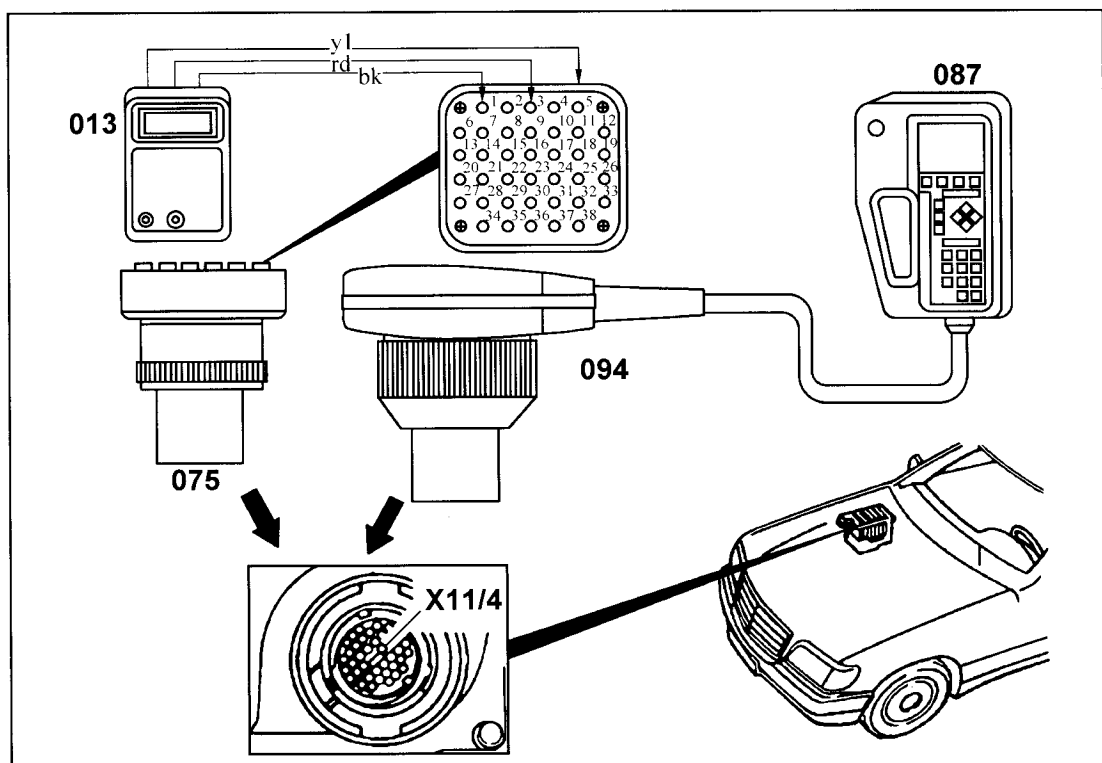
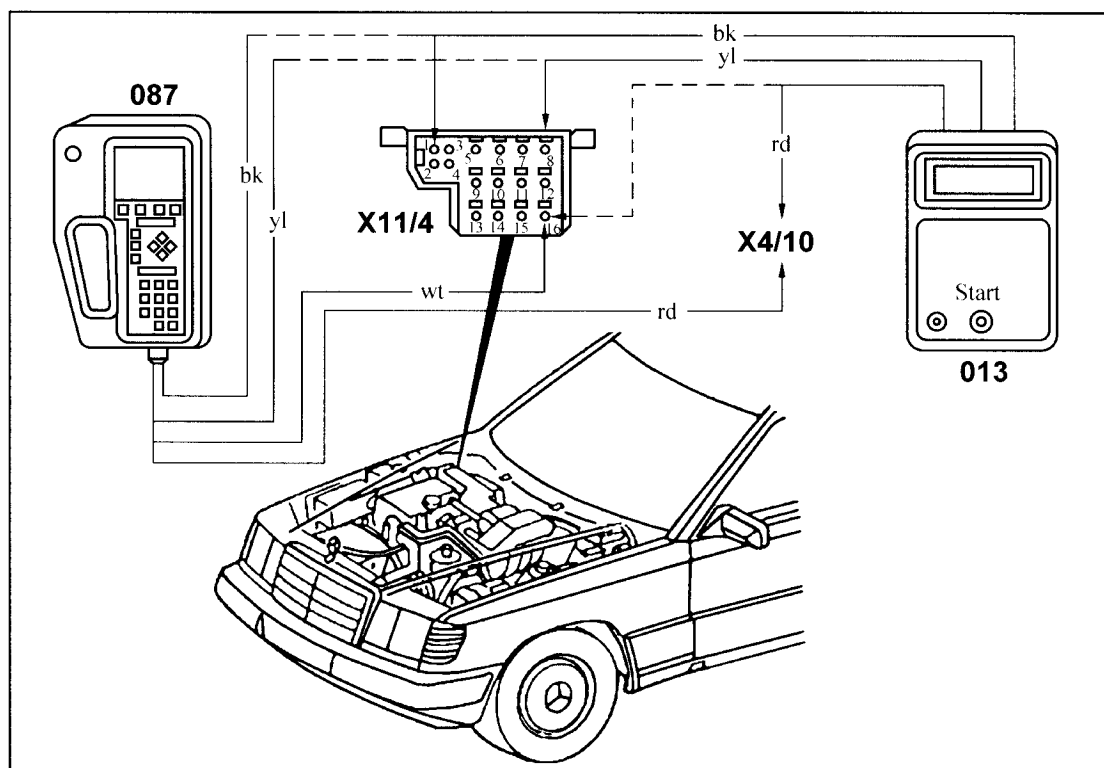

图 9-4-4 测试设备连接(38 孔 DLC)(124、140、202 底盘的车款)
图 9-4-5 测试设备连接(16 孔 DLC)(124 底盘的车款)
1. 对于 38 孔数据传输接头(DLC),诊断设备的连接,见图 9-4-4。
2. 对于 16 孔 DLC,诊断设备的连接,见图 9-4-5。
1. 用 HHT 读取/清除故障码:将 HHT 按图 9-4-4 或图 9-4-5 所示连接至 DLC,根据 HHT 的使用说明按相应步骤读取或清除故障码。
注意:按图 9-4-4 或图 9-4-5 所示连接好脉冲计数器。